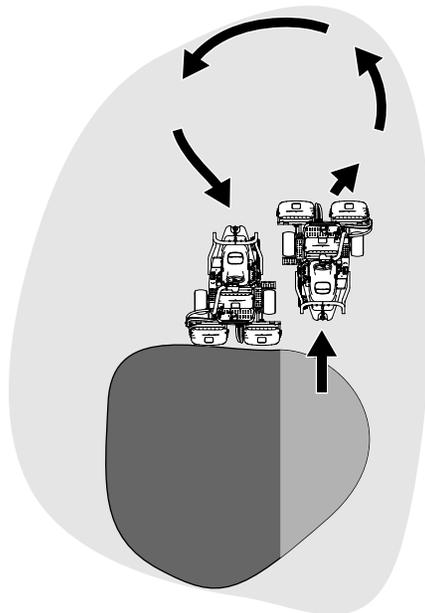

Рисунок 23
6. Чтобы сэкономить рабочее время и облегчить выравнивание для следующего прохода, на короткое время разверните машину в противоположном направлении, а затем направьте ее к нескошенной части; т.е. выполните разворот «по каплевидной траектории» (Рисунок 23), чтобы быстро выровнять машину для следующего прохода.